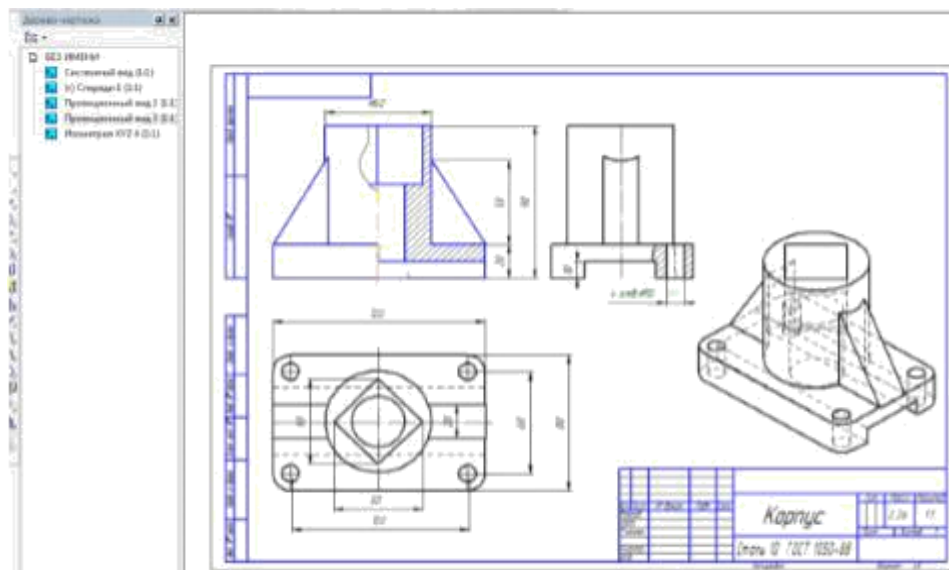

Рис. 18. Заполнение основной надписи
3. Заполнить основную надпись чертежа. Сохранить чертеж (рис. 18).